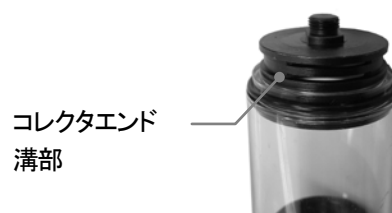

図7-18
(2)コレクタサイレンサを外すとコレクタエンドが見えますので、コレクタエンド溝部をエアガン等でエアを吹付け清掃してください。(図7-18)